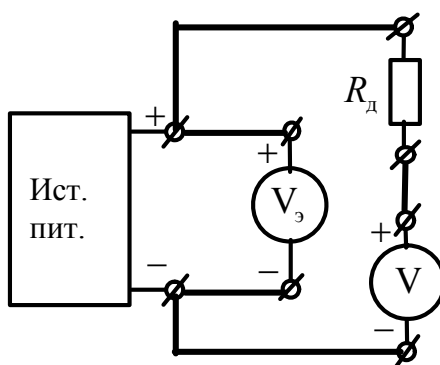

Рис. 2.2.5
Для выполнения второго задания преподаватель задает вам новый предел измерения вольтметра U'_m . По пределу измерения вольтметра U_m и его внутреннему сопротивлению R_V вы рассчитываете добавочное сопротивление $R_{д\text{ расч}}$ по формуле (2.2.6). После этого собираете цепь, схема которой показана на рис. 2.2.5. В качестве эталонного вольтметра $V_э$ используется мультиметр в режиме измерения напряжения, в качестве добавочного сопротивления $R_д$ – магазин сопротивлений.
8. При помощи соединительных проводов собрать электрическую цепь для выполнения второго задания (изменение предела измерения вольтметра) в соответствии с рис. 2.2.5.